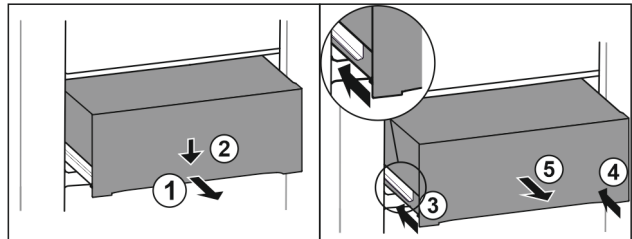

Fig. 93
- ▶ Вытяните выдвижной ящик наполовину. Fig. 93 (1)
- ▶ Вдавите выдвижной ящик в передней части вниз. Fig. 93 (2)
- ▶ Задвиньте левую направляющую прим. на 2 см. Fig. 93 (3)
- ▶ Задвиньте правую направляющую прим. на 2 см. Fig. 93 (4)
- ▶ Извлеките выдвижной ящик движением вперед. Fig. 93 (5)